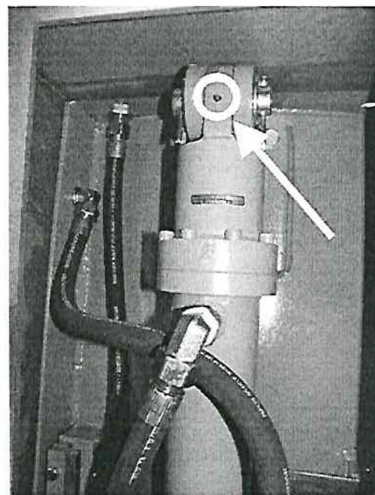
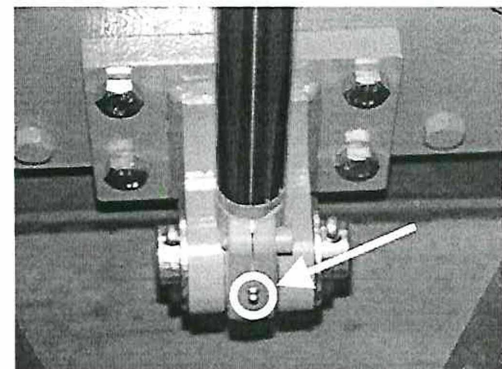

Рис. 9: Смазочный ниппель сверху
Рис. 10: Смазочный ниппель снизу
На гидроцилиндре разгрузочного шибера сверху и снизу находится по одному смазочному ниппелю (Рис. 9 и 10), через которые при надлежащим образом остановленной машине должна производиться смазка. Для этого необходимо сделать следующее:
3. В верхний (Рис. 9) и нижний (Рис. 10) смазочный ниппель смазочным шприцом с ручным приводом закачайте смазку, пока она не выступит на проушинах шарниров гидроцилиндра.